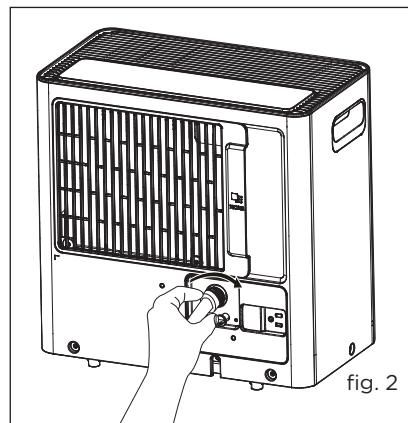

fig. 2
- d. Atornille la manguera de jardín en la pata roscada del conector de drenaje. (fig.2)